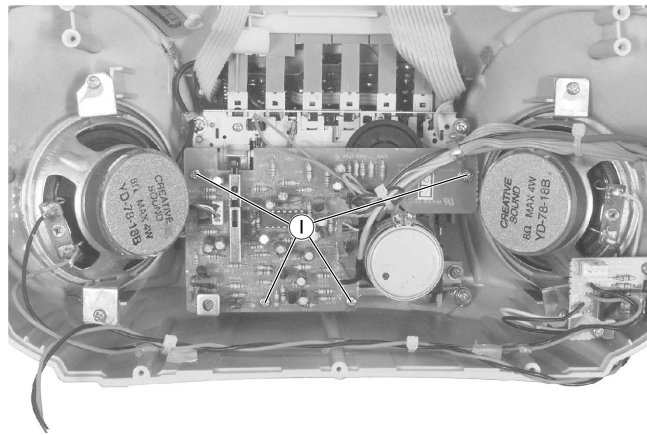

Fig. 8
- 4 Schrauben ① (Fig. 8) herausschrauben.
- Undo 4 screws ① (Fig. 8).